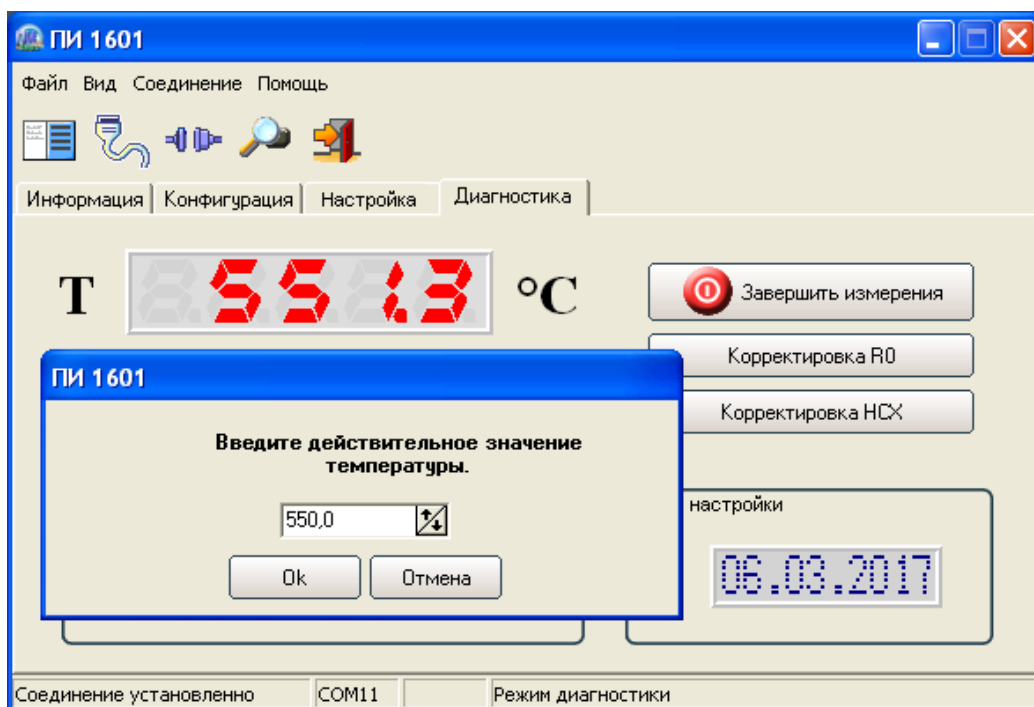

Рисунок 8 - Корректировка HСХ
1.8.7 Для корректировки HСХ датчик температуры поместите в термостат (печь, криостат). Во вкладке СПО «Диагностика» включите режим диагностики нажатием кнопки «Начать измерения». Произведите контроль измеренного значения температуры по истечении времени стабилизации температуры ТС датчика. В случае, если значение температуры, измеренное преобразователем, отличается от измеренного эталонным средством измерения, проведите корректировку HСХ путем нажатия в СПО кнопки «Корректировка HСХ». Во всплывающем окне введите действительное значение температуры, измеренное по эталонному средству измерения (см. рисунок 8).